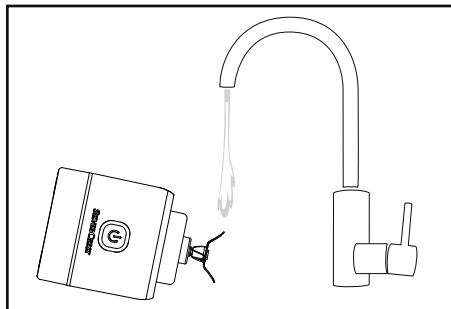

Fig. 2
- Limpe o bloco do motor ⑨ com um pano húmido.
- Para remover sujidade ligeira, encha o copo de mistura ④ até à marcação MAX com água morna e uma gota de detergente da loiça. Deixe o aparelho funcionar durante aprox. 30 segundos, conforme descrito no capítulo **Operação**. Em seguida, desenrosque o bloco do motor ⑨ e deite fora a água com detergente que está no copo de mistura ④.
- Lave cuidadosamente a lâmina cruzada ⑤, se necessário utilizando uma escova para loiça, com água corrente. Certifique-se de que não entra água no bloco do motor ⑨ e não mergulhe o aparelho em água! Incline o aparelho de modo que a água apenas caia sobre a lâmina cruzada ⑤ (ver fig. 2). Se limpar o aparelho imediatamente após a utilização, será mais fácil remover os resíduos presentes no mesmo.